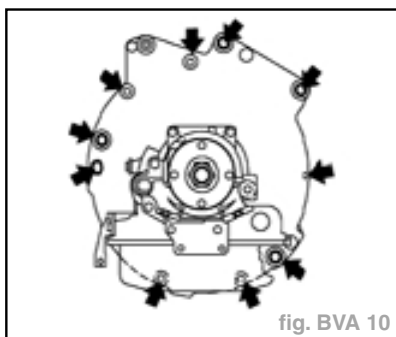

fig. BVA 10
- Déposer les vis et désolidariser la boîte du moteur (fig. BVA 10).